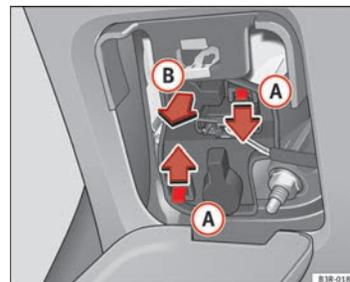

Fig. 221 Desmontar el portalámparas
- Haga presión sobre las lengüetas **(A)** ⇒ fig. 221 en el sentido de las flechas y extraiga el portalámparas tirando en el sentido que indica la flecha **(B)**.